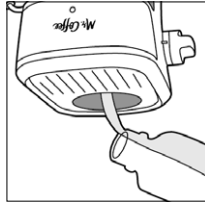

Figura 18
8. Enjuague el depósito de agua con agua de llave, llenando el depósito hasta la mitad con agua (Figura 18) y